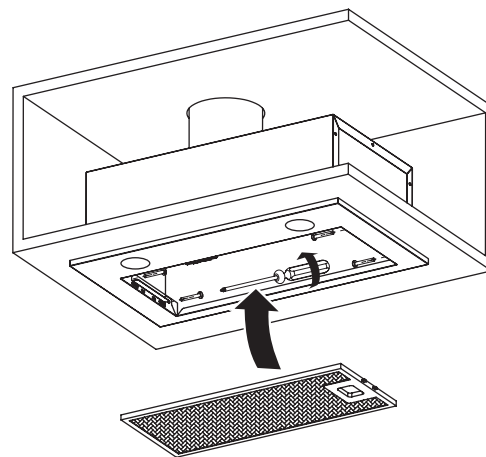

Рис. 6
5. С помощью винтов установите на место нижнюю панель вытяжки. Проверьте подключение кабеля панели управления. Установите на место жировой фильтр. (Рис. 6)